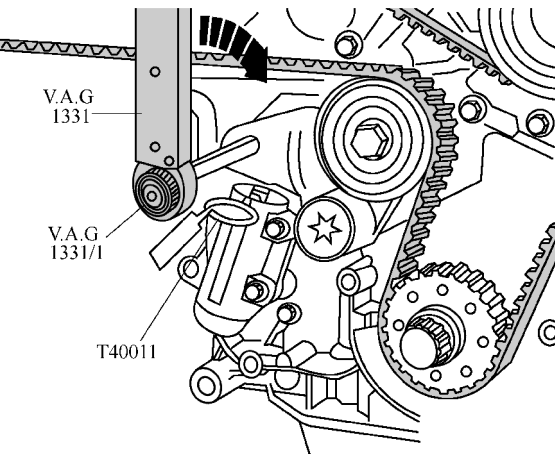

图 1-3-49 把力矩扳手 V. A. G1331 垂直装到张紧杆的内六角扳手上
(4) 如图 1-3-49 所示, 把力矩扳手 V. A. G1331
(6) 如图 1-3-49 所示，把力矩扳手 V. A. G 1331 垂直装到张紧杠杆的内六角扳手上，以 $25\text{N} \cdot \text{m}$ 的力矩沿箭头方向转动，将正时带张紧。